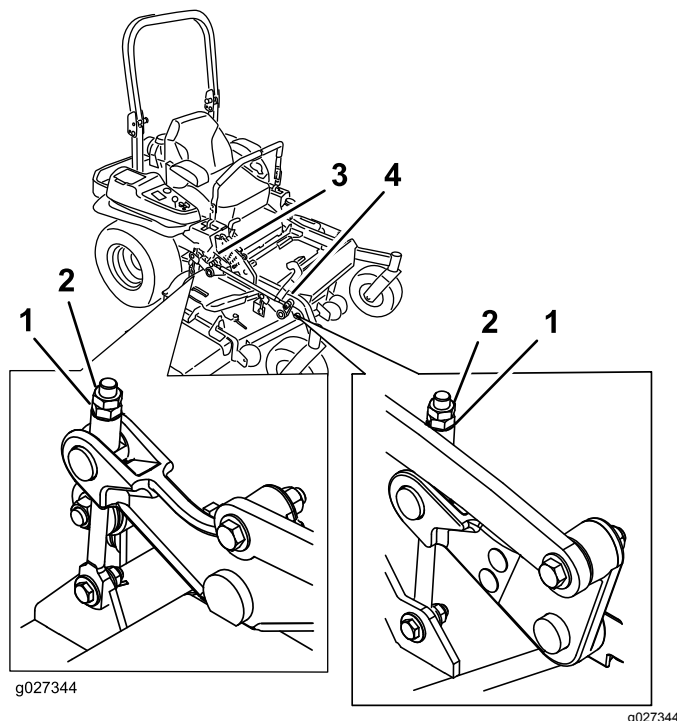

Figura 94
10. Mettete a punto il dado di regolazione sul gruppo di sollevamento del piatto di taglio anteriore ruotandolo (Figura 94).